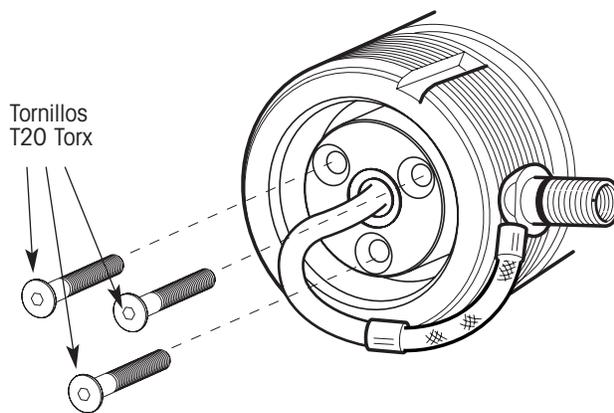

Figura 48. Desensamble de la junta rotativa
2. Remueva los tres tornillos que sujetan la junta rotativa al tapón de la espiga (figura 48).